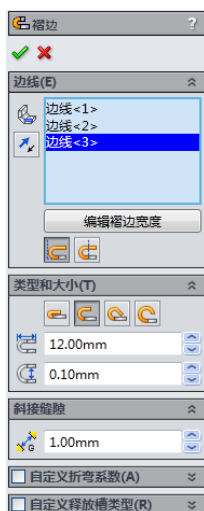
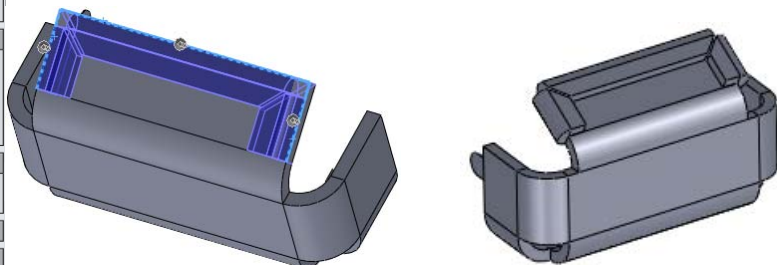

图 7-35 选择添加褶边边线
图 7-36 生成褶边
(1) 单击“钣金”工具栏中的“褶边”按钮，或执行“插入”→“钣金”→“褶边”菜单命令，系统打开“褶边”属性管理器。在图形区域中选择想添加褶边的边线，如图 7-35 所示。
(2) 在“褶边”属性管理器中，选择“材料在内”选项。
(3) 在“类型和大小”栏中，选择“开环”选项，输入长度为 100，输入缝隙距离为 0.1。然后单击“确定”按钮，最后结果如图 7-36 所示。